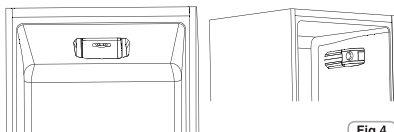

Fig.4
*Le groupe thermostat pour le contrôle de l'appareil est situé à l'intérieur de la cellule frigorifique (fig.4). Tourner le bouton du thermostat au-delà de la position "0". La lumière s'allume quand on ouvre la porte du réfrigérateur. Si on positionne le bouton sur "0" on éteint complètement l'appareil.